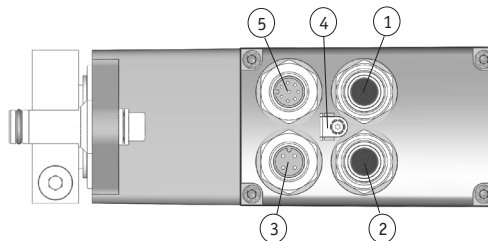
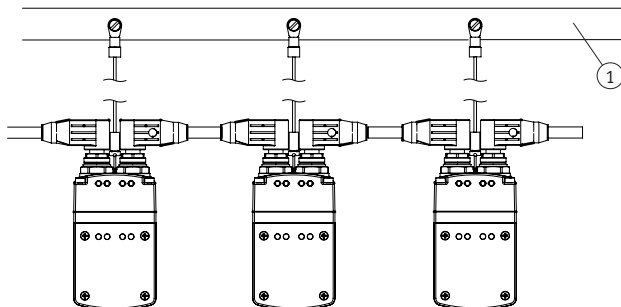

Abb. 4: Anschlussbelegung
Abb. 8: PE-Schiene
- ① Port1: Buchse 4 pol. M12 D-kodiert (siehe Abb. 4).
- ② Port2: Buchse 4 pol. M12 D-kodiert (siehe Abb. 4).
- ③ Betriebsspannung 4-pol. Stift M12 A-kodiert (siehe Abb. 4).
- ⑤ Digitale Ein- / Ausgänge 8-pol. Stift M12 A-kodiert (siehe Abb. 4).
Zum Schutz vor Störungen müssen die Schirme der Signalleitungen und Netzleitung beidseitig angeschlossen werden. Potentialunterschiede führen zu unzulässigen Strömen auf dem Schirm. Den PE Anschluss ④ zwischen den Anschlusssteckern auf das Schutzleiterpotential legen (siehe Abb. 4). Verwenden Sie dazu 6,3 mm Flachstecker mit kurzer Litze 2,5... 4 mm² (nicht im Lieferumfang). Bei mehreren Stellantrieben wird empfohlen die Erdung auf eine PE-Schiene ① anzuschließen (siehe Abb. 8).